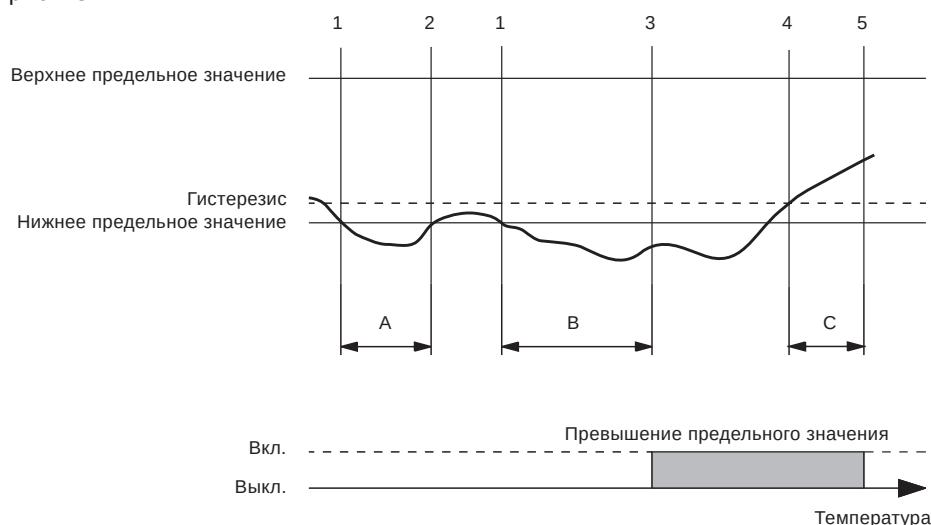

Рис. 134 Пример превышения нижнего предела
См. рис. 134.
Предельные значения могут быть верхним или нижним предельным значением, настроенным в параметре 201-01, а фактическое предельное значение должно быть введено в параметре 201-04. Таймер задержки обнаружения запускается при выходе за предельное значение (1). См. рис. 134.
- А: Если по завершении периода обнаружения параметр больше не выходит за предельное значение (2), показание таймера сбрасывается.
- В: Если по завершении периода обнаружения параметр всё еще находится за предельным значением (3), выходной сигнал детектора изменится на «выход за предел». Таймер задержки сброса запускается, когда выходной сигнал детектора находится в состоянии «Выход за предельное значение», но контролируемый параметр уже не выходит за предел, с учетом гистерезиса (4).
- С: После окончания периода задержки (5) выходной сигнал детектора меняется на состояние «Выход за предельное значение отсутствует».